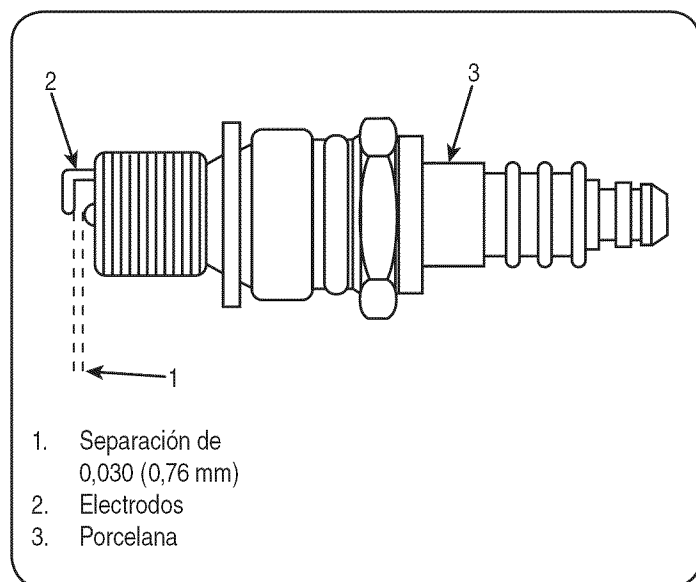

Figura 18
4. Compruebe la separación de electrodos con un calibre de separación de alambre y fije la separación en 0,030 pulgadas. Vea la Figura 18.